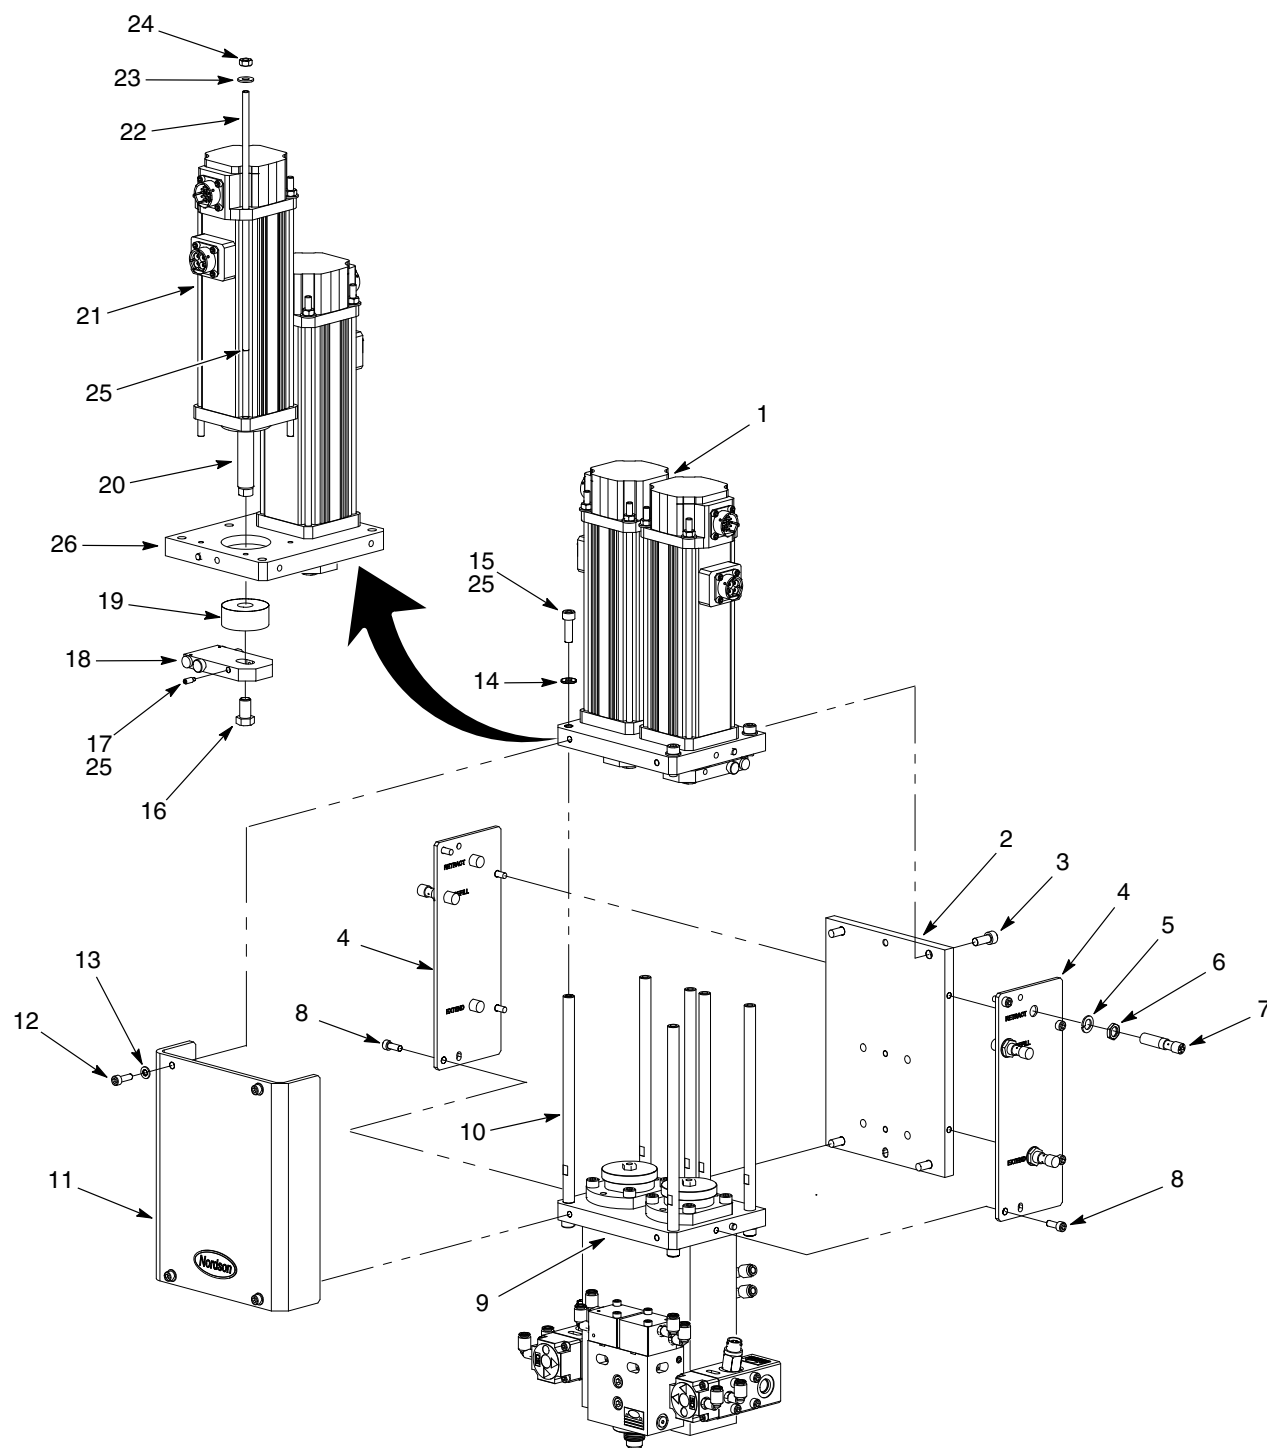
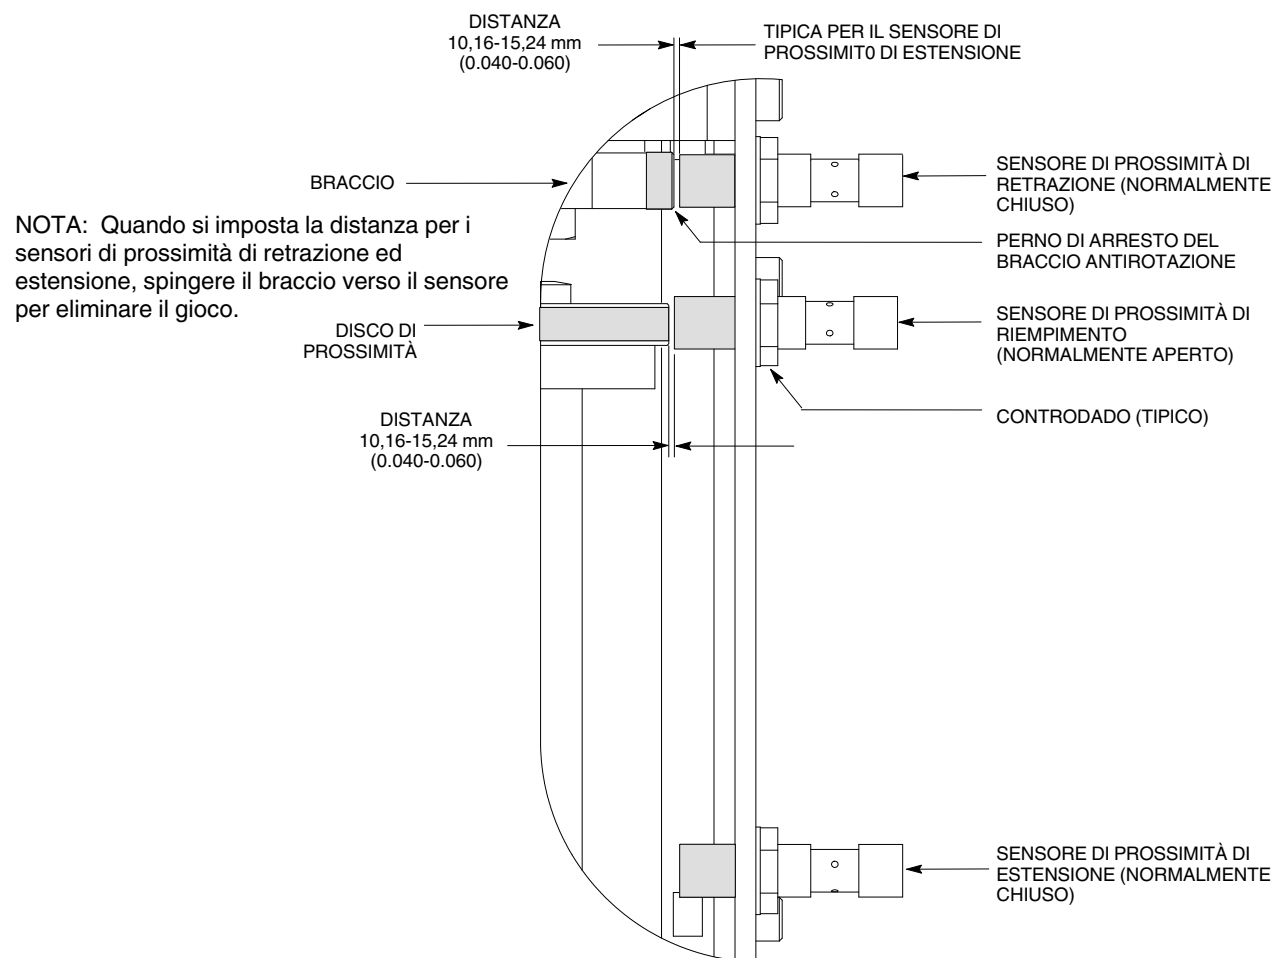

Figura 7 Riparazioni del gruppo attuatore lineare e del sensore di prossimità
Figura 8 Regolazione del sensore di prossimità
Vedi figura 7 e seguire la seguente procedura per sostituire l'attuatore lineare.
1. Vedi figura 7. Scollegare il cavo dal sensore di prossimità (7).
2. Togliere le viti (12) e le rondelle elastiche (13) che fissano il riparo (11) al gruppo attuatore lineare (1) e alla flangia dell'alloggiamento (9).
3. Allentare il controdado (6). Rimuovere il sensore di prossimità (7), il controdado (6) e la rondella elastica (5) dalla piastra di prossimità (4).
4. Montare il controdado (6) e la rondella elastica (5) sul nuovo sensore di prossimità (7).
1. Vedi figura 8. Estendere o ritrarre l'attuatore lineare finché il perno di arresto del braccio antirotazione si trova direttamente dietro il sensore.
5. Vedi figura 7. Montare il riparo (13) sull'attuatore lineare (1) e sulla flangia dell'alloggiamento (9) usando le rondelle (12) e le viti (11). Stringere saldamente le viti.
1. Vedi figura 8. Estendere il gruppo stantuffo finché il disco di prossimità si trova direttamente dietro il sensore di prossimità.
3. Collegare il cavo al sensore di prossimità (7).
4. Vedi figura 7. Montare il riparo (13) sull'attuatore lineare (1) e sulla flangia dell'alloggiamento (9) usando le rondelle (12) e le viti (11). Stringere saldamente le viti.